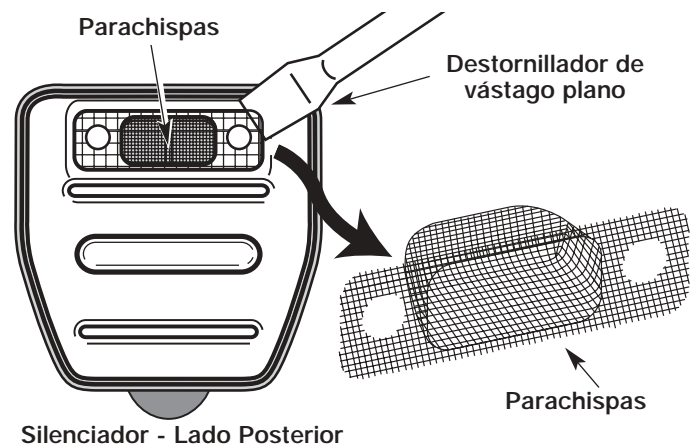

Fig. 30
4. Despegue cuidadosamente el parachispas con un destornillador de punta plana del orificio en bajo relieve (Fig. 30). Quite el parachispas del silenciador.
5. Limpie el parachispas con un cepillo de cerdas metálicas. Cámbielo si está dañado o si no lo puede limpiar completamente (Fig. 30).